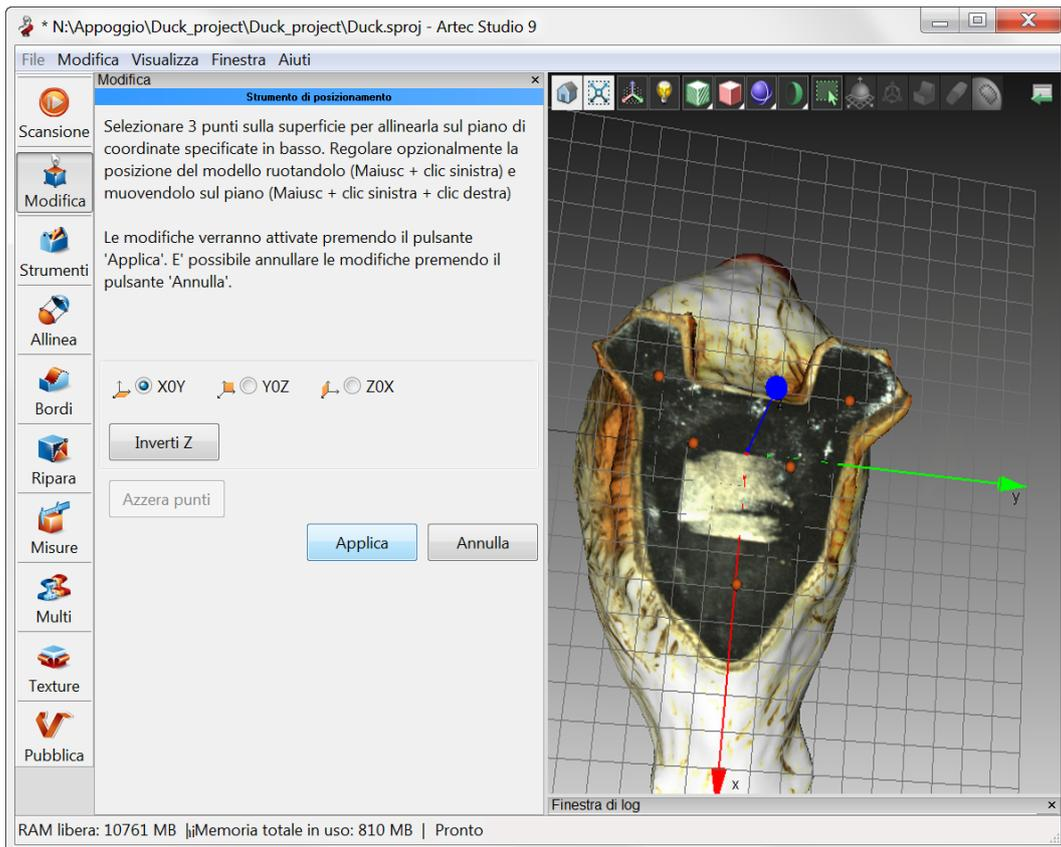

Figura 5.8: Posizionamento del modello nel sistema di coordinate globale
3. Specificare con dei clic **LMB** almeno tre punti sulla superficie per i quali passerà il piano attraverso il loro centro di massa (figura 5.8). A questo punto si verificano le seguenti condizioni: